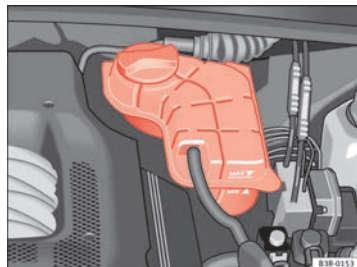

Fig. 179 Vano motore:
- Controllare il livello del liquido di raffreddamento nel serbatoio ⇒ **fig. 179**. A motore freddo il livello deve essere compreso tra i contrassegni “min” e “max”. A motore caldo può anche trovarsi leggermente al di sopra del contrassegno “max”.
- Coprire con uno straccio il tappo del serbatoio di compensazione del circuito di raffreddamento ⇒ **fig. 179** e svitarlo **con cautela** in senso antiorario ⇒ .